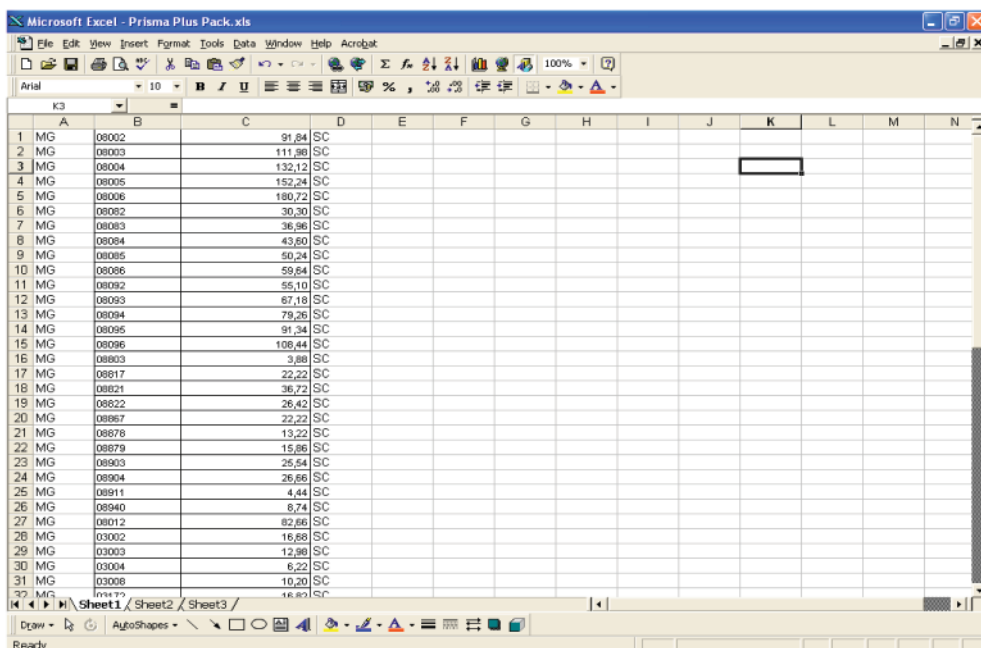

Рис. 83
- 3) Добавляем четвертую колонку с “личной” надписью (вводим ее искусственно, текст надписи должен быть уникален по отношению к содержимому других колонок). Форматируем колонку с ценами (колонка “C”), таким образом, чтобы цены отображались с двумя знаками после запятой (рис. 83).